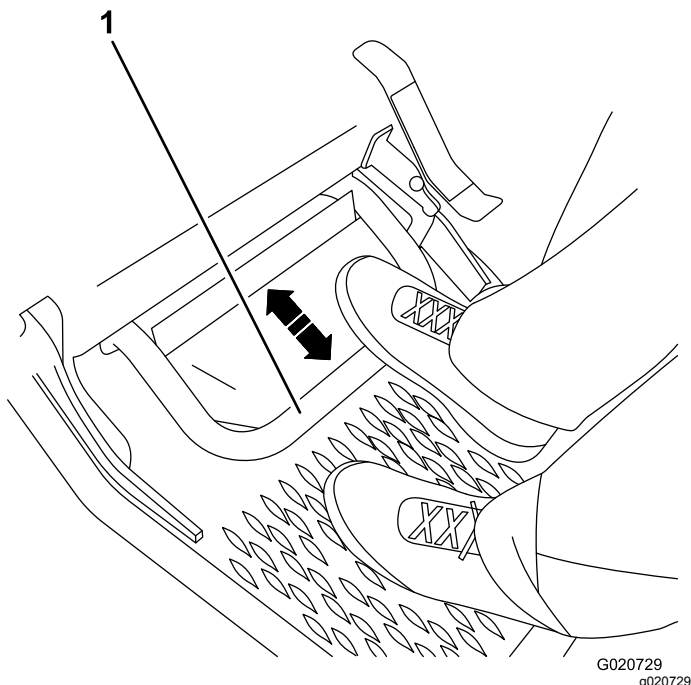

Figura 28
4. Pise el pedal del freno de servicio (Figura 28).
2. Pise el pedal del freno de servicio (Figura 28).